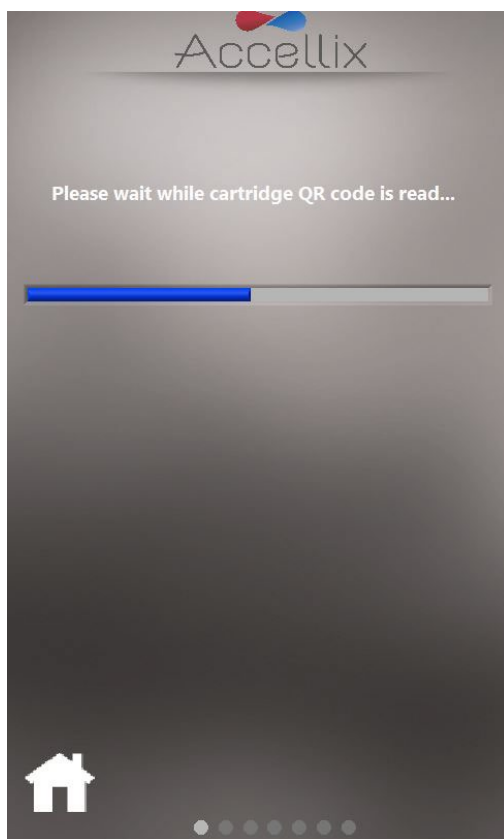

图 28 : 正在读取芯片二维码屏幕
6. 屏幕指示操作员等待仪器读取并登记芯片上二维码中包含的信息（图 28）。